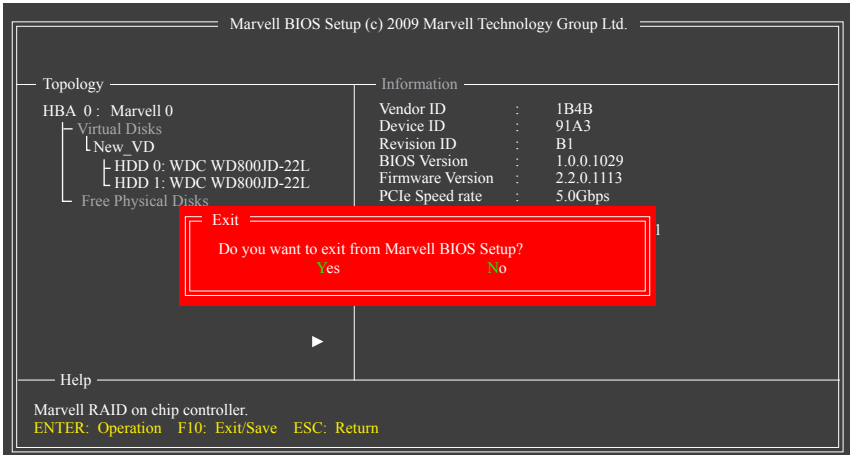

図 7
5. 設定を保存し、終了します。RAID設定を完了した後、設定画面を終了する前に、メイン画面で必ず<F10>を押してください。<Y>を押して確認するか、<N>を押してキャンセルします (図 7)。